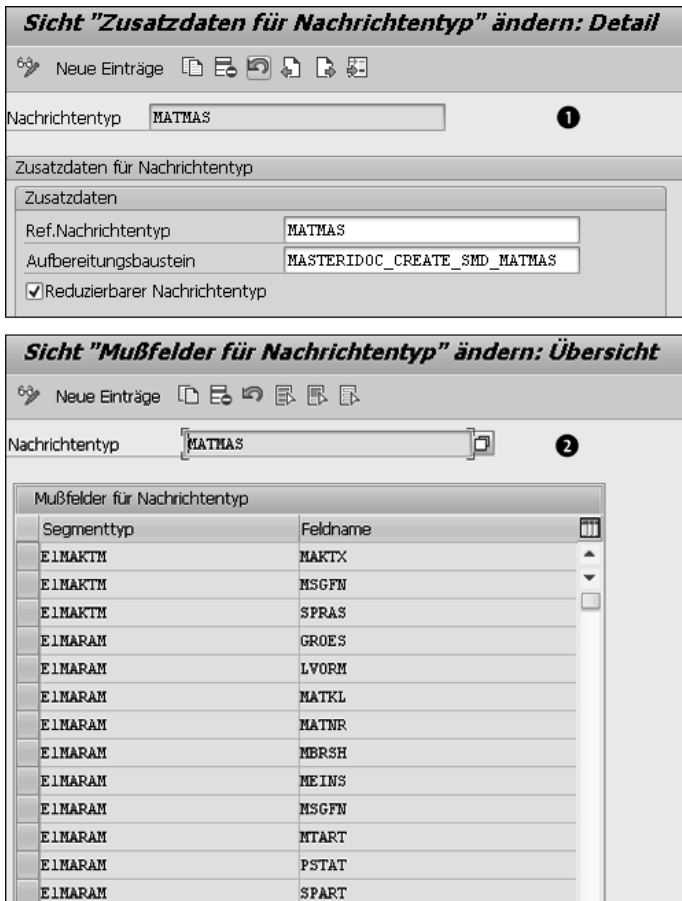

Abbildung 2.12 Grundpflege für reduzierbare Nachrichtentypen
Felder, die SAP mit Transaktion BD65 ausliefert, entsprechen dem Customizing, das SAP für die Transaktionen anbietet, mit denen die Stammdaten gepflegt werden, z. B. Transaktion MAT1 zur Pflege des Materialstamms. Wenn Sie im Customizing der Applikation Änderungen an den Muss-Feldern vornehmen, können Sie diese in Transaktion BD65 ebenfalls anpassen, sodass die selbst definierten Muss-Felder auch bei der Reduzierung im IDoc Pflicht sind. In Abbildung 2.12 sehen Sie einen Ausschnitt der Daten für den Nachrichtentyp MATMAS. Unter ❶ sehen Sie die Detailsicht von Transaktion BD60. Das SAP-System gibt hier den Nachrichtentyp als reduziert vor. Unter ❷ sehen Sie Transaktion DB65, in der vom SAP-System und teilweise auch von Ihnen Muss-Felder definiert werden können.